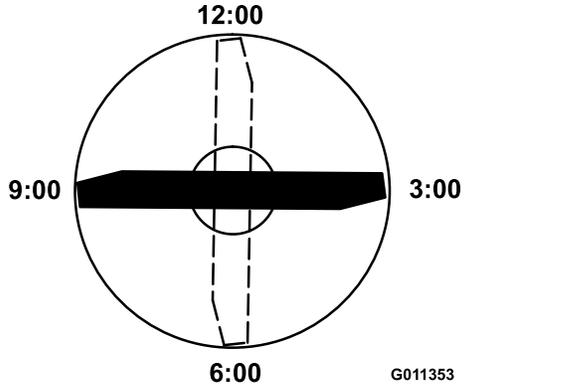

图 69
3. 将刀片带标记一端的刀刃放在 12 点钟位置剪草方向的正前方并测量从桌面到刀片刀刃的高度 图 69。
4. 将刀片的标记端旋转至 3 点钟和 9 点钟位置并测量高度 图 69。